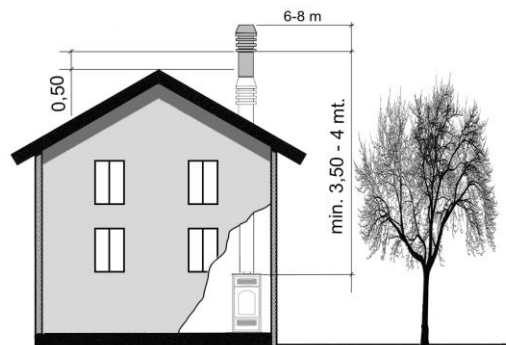
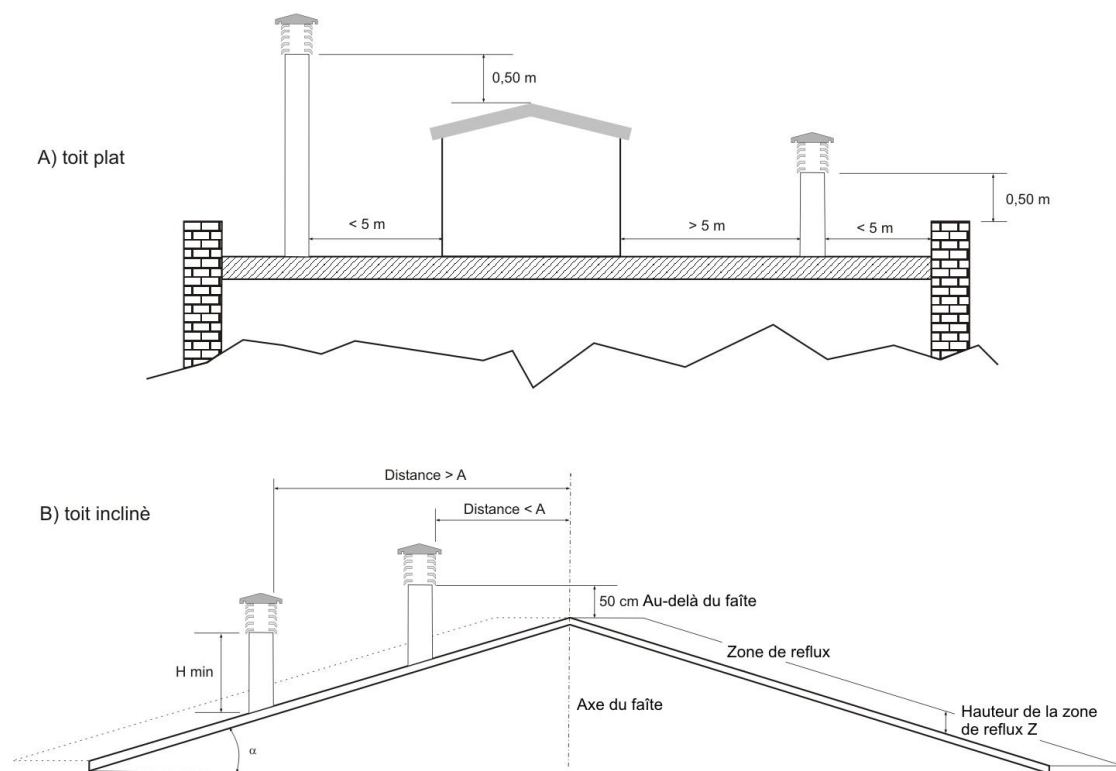

Fig.4
Fig. 5
- Le terminal de cheminée doit être placé de façon à garantir une dispersion et une dilution appropriées des produits de la combustion et dans tous les cas hors de la zone de reflux. Cette zone a des dimensions et des formes différentes en fonction de l'angle d'inclinaison de la couverture, c'est pourquoi il s'avère nécessaire d'adopter les hauteurs minimums reportées sur les figures 4 et 5.
- Le terminal de cheminée devra être de type anti-vent et dépasser la hauteur du sommet fig.4 et fig.5.
- Des fabrications éventuelles ou d'autres obstacles dépassant la hauteur du terminal de cheminée ne devront pas être placés derrière le terminal de cheminée même (fig.4).